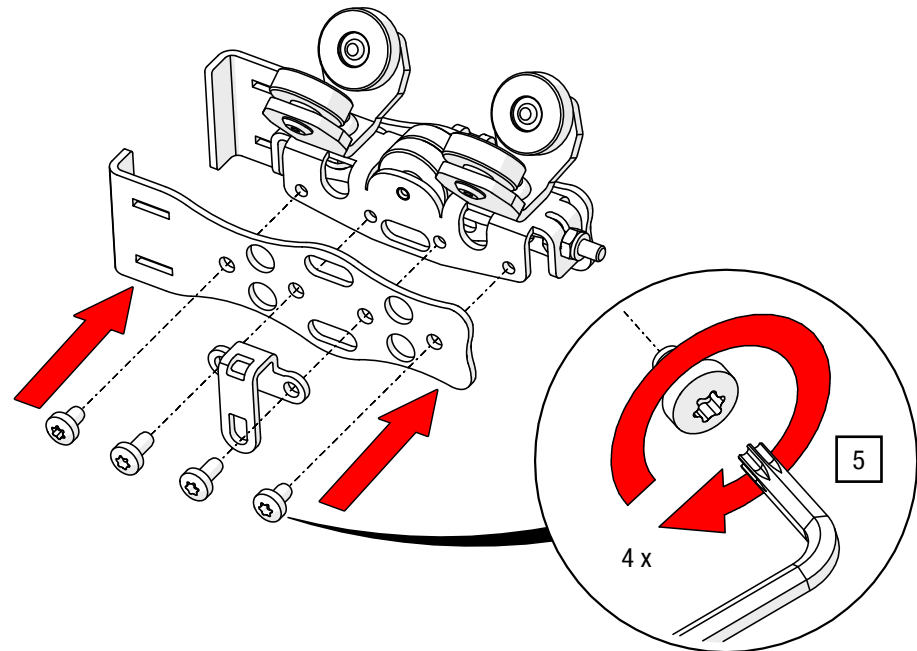

Abb. 58: Zugwagen OFFICE – Seitenblech Gegenseite montieren
- Verschrauben Sie den Zugwagen mit dem Seitenblech und dem seitlichen Ösenblech mit einem TORX®-Schlüssel T20, bis das Blech am Zugwagen anliegt (siehe Abb. 58).